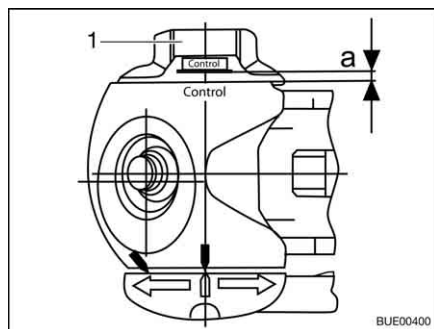

Fig. 223 Contrôle d'usure
- Tourner la molette de réglage (Fig. 223,1) vers la position de fermeture jusqu'à ce que vous ressentiez et entendiez le grincement du limiteur de couple. Sens de la rotation : Dans le sens des aiguilles d'une montre.
- Distance  $a > 0$  (Fig. 223) : Usure à l'intérieur de la zone autorisée.